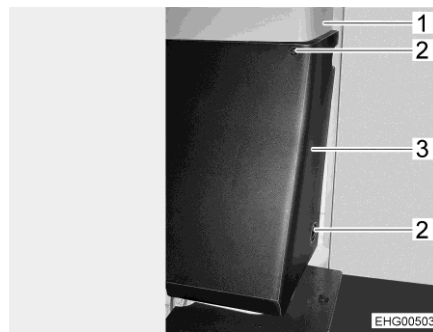

Fig. 107 Cache en plastique sur les modèles A, T et V
- Sur le montant B (Fig. 107,1), dévisser 2 vis (Fig. 107,2) et retirer avec précaution le cache en plastique (Fig. 107,3).